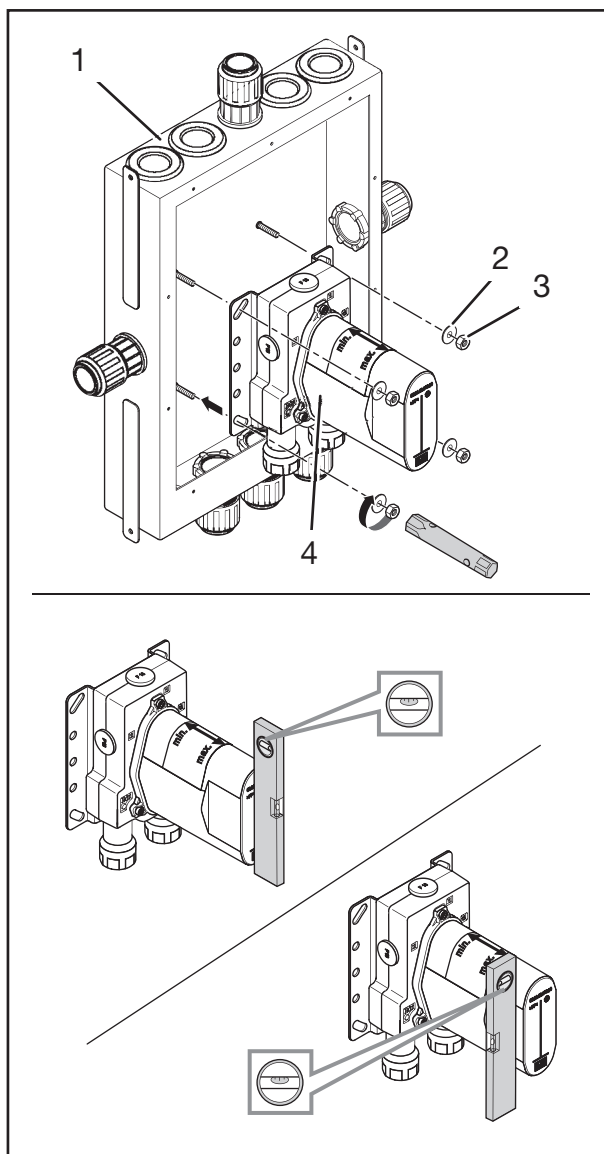

Fig. 4: Förmontering
1. Positionera produkten (fig. 4/4) i inbyggnadslådan (fig. 4/1).
2. Skruva fast produkten (fig. 4/4) i inbyggnadslådan (fig. 4/1) med de fyra brickorna (fig. 4/2) och de fyra muttrarna (fig. 4/3).
3. Dra åt de fyra muttrarna (fig. 4/3) med hjälp av en 8 mm hylsnyckel.
4. Rikta in produkten (fig. 4/4) horisontellt och vertikalt.